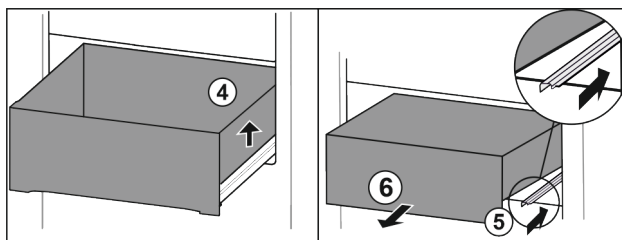

Fig. 24
- ▶ Nadzvedněte zásuvku vpravo. Fig. 24 (4)
- ▶ Zasuňte pravou kolejničku. Fig. 24 (5)
- ▶ Vyjměte zásuvku dopředu. Fig. 24 (6)